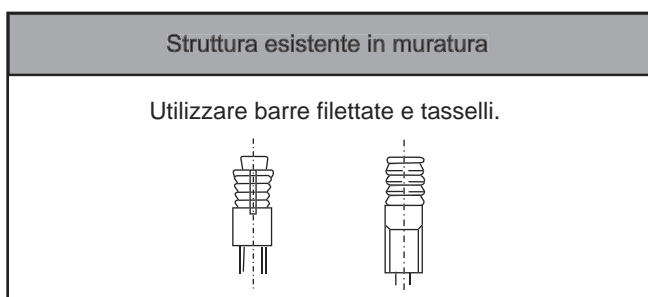

Fig. 3.2
- Eseguire 4 fori di Ø12mm con profondità di 50~55mm nelle posizioni scelte sul soffitto della stanza o sul tetto dell'edificio. Inserire successivamente i tasselli a espansione (vedi Fig. 3.2).